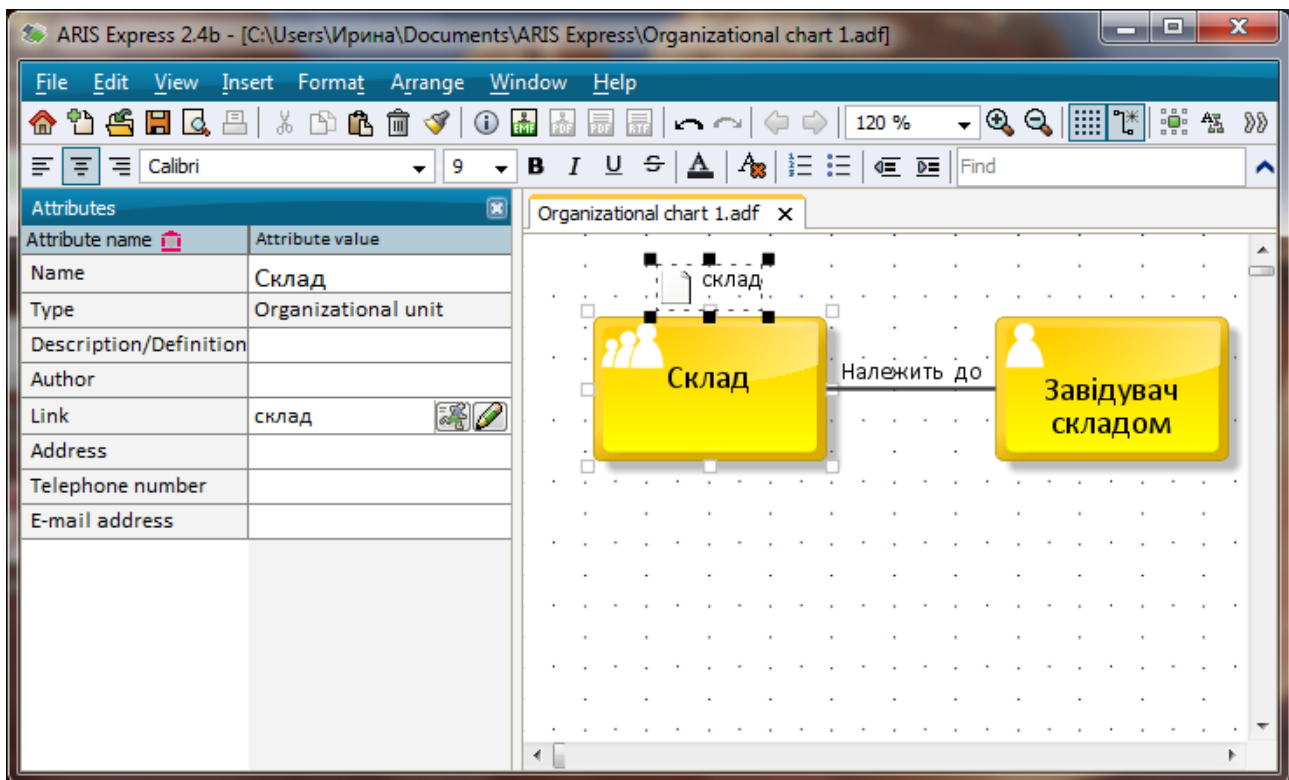

Рис. 2.14. Ярлик для посилання на деталізуючу схему підрозділу "Склад"
5. Після створення посилання його ярлик буде поміщено біля об'єкта моделі (рис. 2.14).